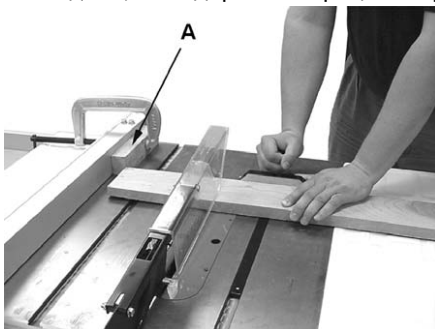

Рис. 36
- Не используйте упор для распила под углом 45 градусов и параллельный упор в одной и той же операции, если к параллельному упору не прикреплен накладкой, чтобы позволить торцованной части заготовки прибывать в свободном перемещении, при торцевании следующей части (см. рис. 36).
Торцевание никогда не должно делаться руками, и при этом продольный упор не должен использоваться как стопор на линейке распила, если к нему не приспособлен дополнительно брусочек (А, рис. 36) для того, чтобы отпиленная часть детали прибывала свободной, не задерживая процесс торцевания.